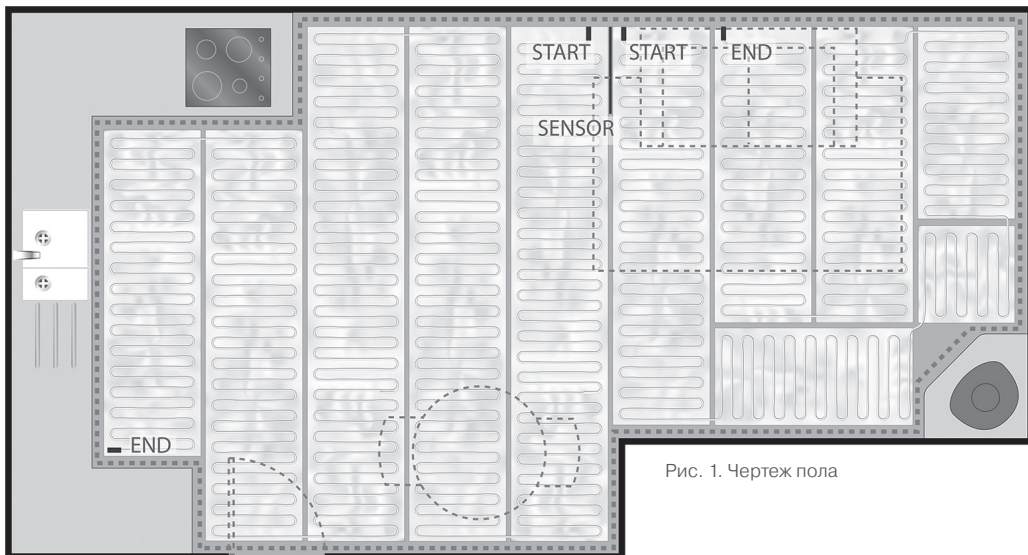

Рис. 1. Чертеж пола
При планировании схемы подогрева полов (рис. 1) необходимо соблюдать указания, которые позволяют правильно выполнить монтаж. Ниже приведены указания, которые необходимо соблюдать при планировании монтажа, а также чертеж помещения (см. рис. 1 — обогреваемая площадь обозначена пунктирной линией).
Можно объединить несколько нагревательных матов, чтобы обеспечить хорошее покрытие в помещении, но все они должны иметь одинаковую выходную мощность на квадратный метр. Рекомендуется устанавливать как можно меньше матов. Необходимо определить точку подключения термостата и расположение напольного датчика, а затем указать их на чертеже (см. пример на рис. 1).
1. Составьте чертёж помещения при планировании монтажа (рис. 1). Это необходимо для правильного монтажа нагревательного мата и документирования монтажа.